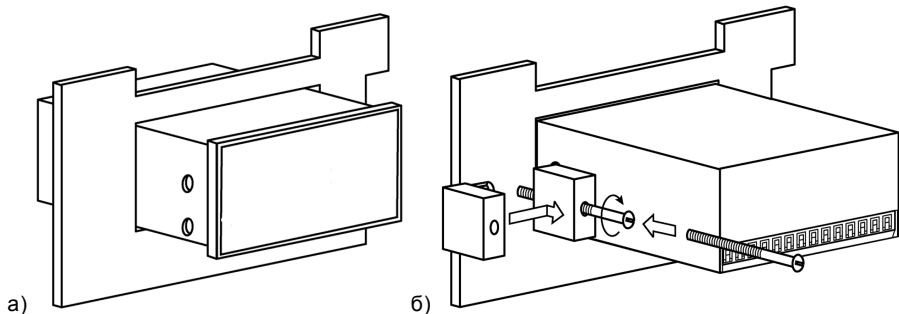

Рисунок 5.2 Монтаж прибора настенного исполнения
- 3) Вставить прибор в специально подготовленное отверстие на лицевой панели щита (см. Приложение А и рисунок 5.2, а).
- 4) Вставить фиксаторы из комплекта поставки в отверстия на боковых стенках прибора (рисунок 5.2, б).